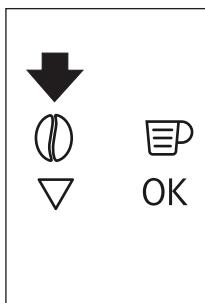

Fig. 15
- O aparelho está predefinido para preparar café com um sabor normal. Também pode selecionar o café com um sabor extra-suave, suave, normal, forte ou extra-forte. Há também uma opção de café pré-moído. Para selecionar o sabor pretendido, prima várias vezes o ícone (B4) (Fig. 15). O sabor pretendido do café é exibido.